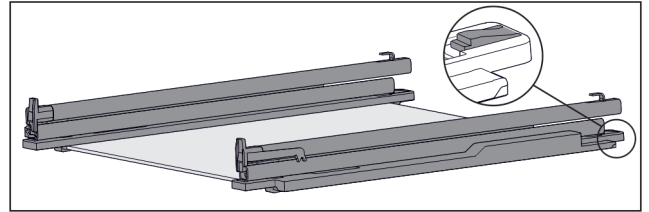

Fig. 197 Glasplatte mit Schienen und Halteteilen
- ▶ Halteteil hinten herunterdrücken (siehe Fig. 197) und gleichzeitig Schiene nach hinten schieben.